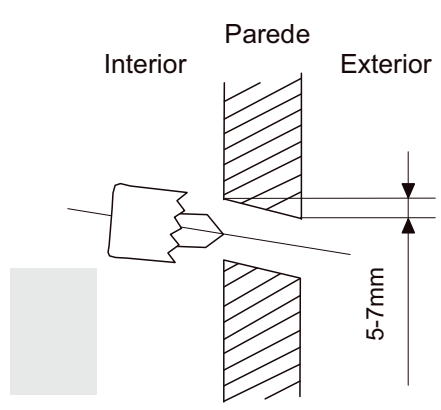

Fig. 4.2
2. Com uma broca de coroa de 65 mm faça um furo na parede. Assegure-se de que o furo é feito ligeiramente de cima para baixo, de forma a que a parte exterior do furo fique mais abaixo do que a sua parte interior. A diferença entre os dois furos deve ser de 7 mm. Desta forma, garantir-se-á uma boa drenagem da água. (Consulte a **Fig. 4.2**)